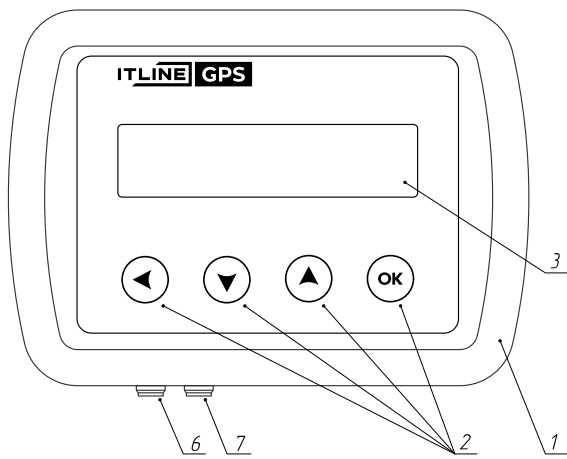

Рисунок 1.
2.3.1 Внешний вид изделия (Рис. 1, 2, 3, 4, 5).